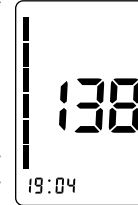

Bild 2
- Nachdem das Gerät seinen Abgleich gegen den Umgebungsluftdruck vorgenommen hat, beginnt der automatisch gesteuerte Aufpumpvorgang. Die Manschette wird auf den zur Messung notwendigen Druck aufgepumpt (Bild 2).